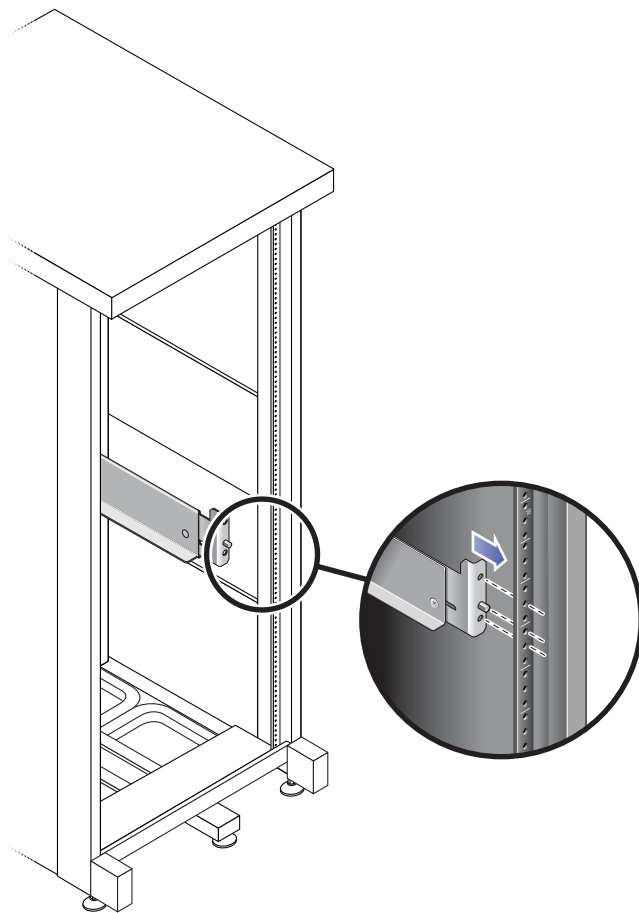

図 2-8 キャビネット背面での左側レールの長さ調節
- c. キヤビネット背面で、レールの長さを調節して、キャビネットレールのすぐ内側にレールを取り付けます (図 2-8)。